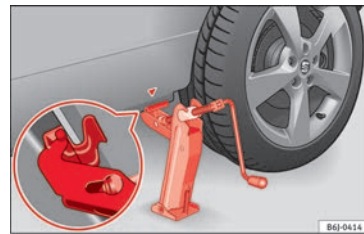

Bild 66 Montera domkraft
- Justera domkraften så att dess arm sitter runt ribban under dörrtröskeln och domkraftens rörliga basplatta står plant på marken **» bild 66.**